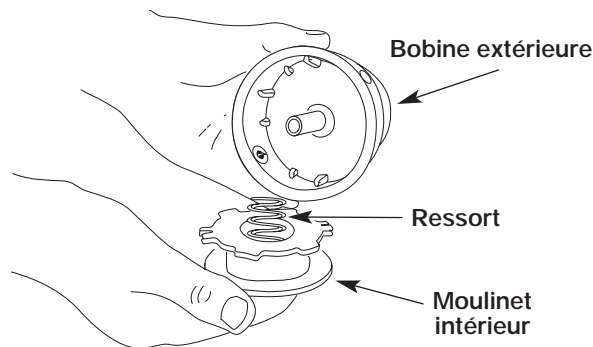

Figure 13
2. Retirez le moulinet intérieur de la bobine extérieure (Fig. 13).
3. Retirez le ressort du moulinet (Fig. 13).
2. Retirez le vieux moulinet intérieur de la bobine extérieure (Fig. 13).